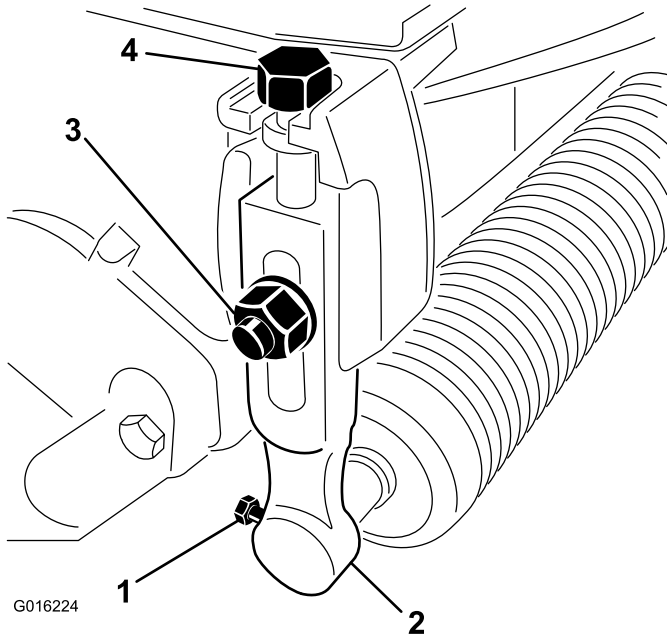

Figure 1
2. Desserrez les vis qui fixent chaque côté du rouleau avant aux bras de hauteur de coupe (Figure 1).
3. Retirez les boulons de charrue, les rondelles et les contre-écrous qui fixent les bras de hauteur de coupe à chaque extrémité du plateau de coupe (Figure 1). Déposez les bras de hauteur de coupe et le rouleau.
4. Retirez les vis de réglage des bras de hauteur de coupe (Figure 1).